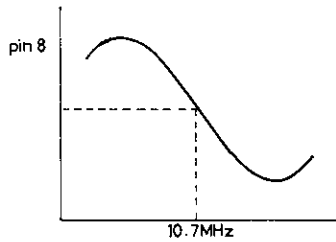
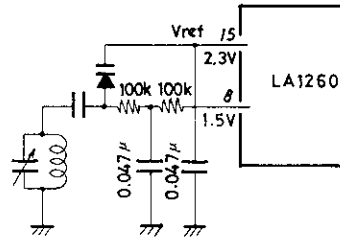

図1
図2 国内(下側局発)バンド
- ・ 検波コイル推奨値をつぎに示す。(図1参照)
8ピンFM出力端子のSカーブは図1のように変化する。したがって、図2,3のように国内バンド(下側局発)と国外バンド(上側局発)とで使い分ける。